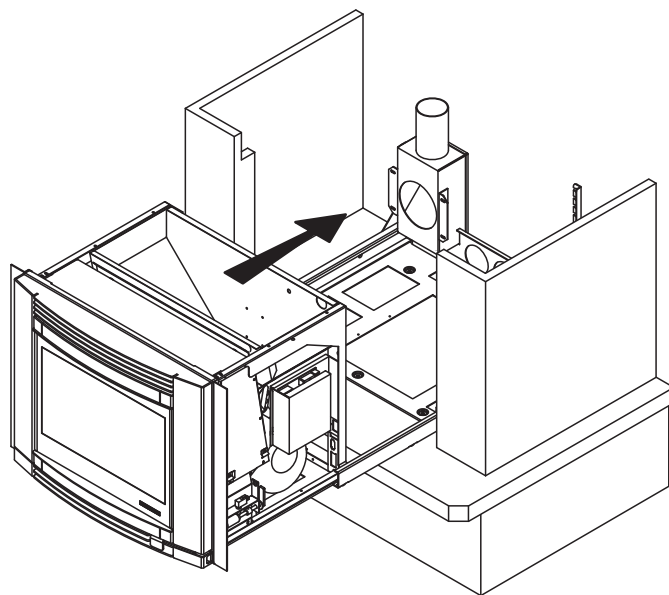

Fig. 6.1.9
- 3) Remonter les glissières télescopiques et replacer le poêle sur le soubassement (Fig. 6.1.9);